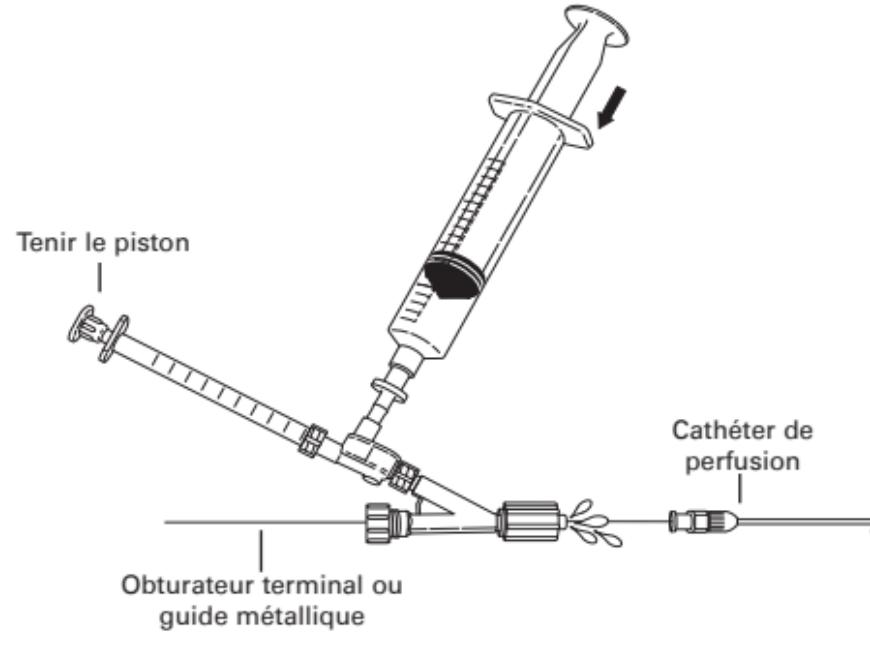

Fig. 5
7. Pour raccorder l'adaptateur Tuohy-Borst muni de la double valve anti-retour au cathéter de perfusion, desserrer la valve Tuohy-Borst et glisser l'ensemble sur l'obturateur terminal du cathéter. Avant de faire le raccordement au cathéter, tenir le piston de la seringue de 1 ml fixe et appuyer sur la seringue de 20 ml afin de purger l'air de l'ensemble. Laisser un ménisque de sérum sur le raccord Luer de l'adaptateur Tuohy-Borst avant d'y raccorder le cathéter de perfusion. (Fig. 5)